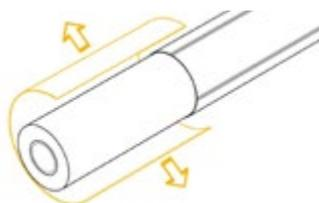

Рис. 5.6.4
**4.** Удалить защитную оболочку с конца трубы (рис. 5.6.4).